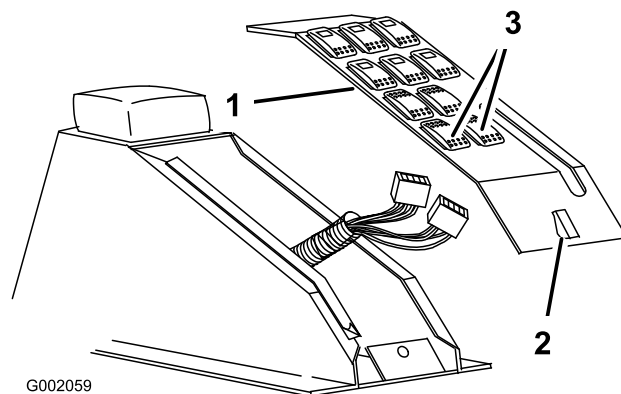

Figure 26
2. Ouvrez le verrou et déposez le panneau de commande de la console centrale (Figure 26).